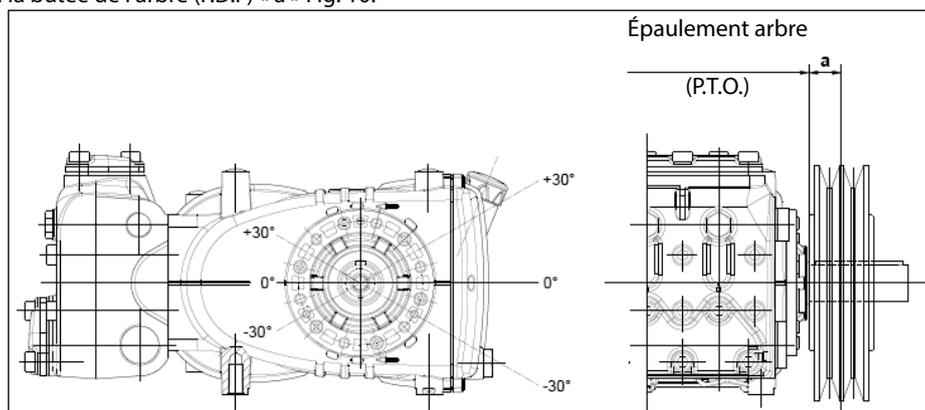

Fig. 10
La charge radiale sur l'arbre ne doit pas être supérieure à 4500 N (valeur nécessaire pour la définition du schéma). La transmission est considérée appropriée si une telle charge est appliquée à une distance maximum de **a = 50 mm** de l'épaulement de l'arbre (P.T.O) comme l'indique la Fig. 10.
- b) Utiliser des courroies à haut rendement - par exemple **XPB** au lieu de **SPB** - car il sera nécessaire d'avoir une quantité inférieure de courroies égales à la puissance transmise et par conséquent une distance inférieure de la résultante par rapport à la butée de l'arbre (P.D.F) « a » Fig. 10.
- e) Contrôler la direction de la tension de la courroie comme indiqué Fig. 10 : pour toute autre nécessité, contacter le **Bureau Technique** ou le **Service d'Assistance Clients**.